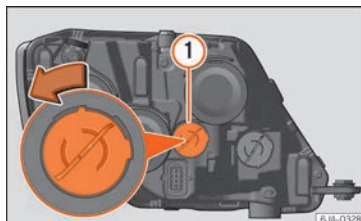

Fig. 95 Cambio de lámpara de la luz diurna.
- Gire el portalámparas » **fig. 95** ① en sentido antihorario y retírelo.